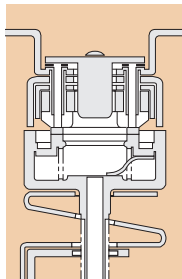

Рис. 2
- Главная цепь разрывается при размыкании главных контактов (рис. 2). Дугогасительные контакты пока остаются замкнутыми.